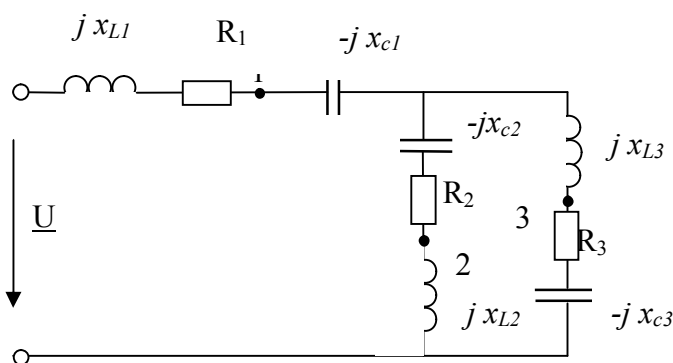

Рис.3. Схема замещения однофазной электрической цепи
ЗАДАНИЕ 2. Анализ эквивалентной схемы замещения однофазной электрической цепи (рис.3).
2.2. Определить показания вольтметров, включенных в электрическую цепь в местах, соответствующих точкам 1 и 2, 2 и 3 на схеме замещения цепи (рис.3).